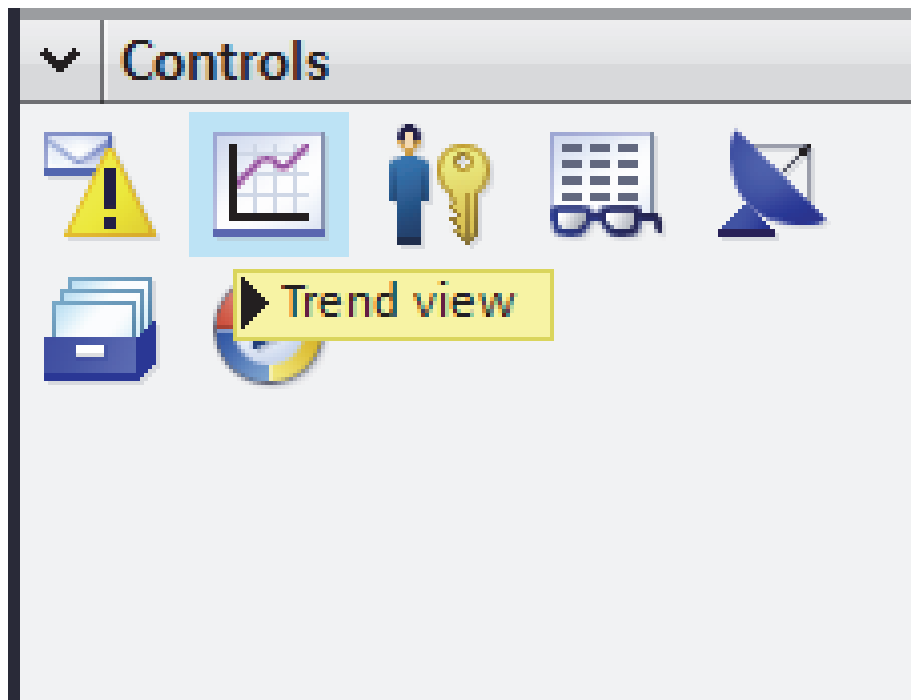

Рис. 2.6. Вставка поля для вывода трендов
– из боковой панели «Controls» выбираем поле для вывода трендов «Trend view» (рис. 2.6).